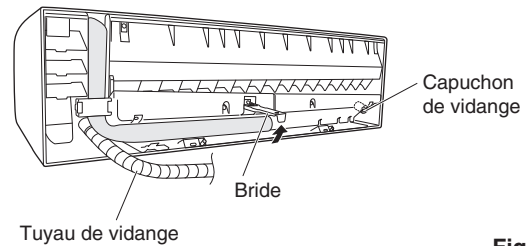

Fig. 3-29
- (a) Localiser le tuyau de vidange et le capuchon de vidange. (Fig. 3-29)
- (b) Enlever les vis fixant le tuyau de vidange sur le côté droit et tirer sur le tuyau de vidange pour le retirer. (Fig. 3-29)